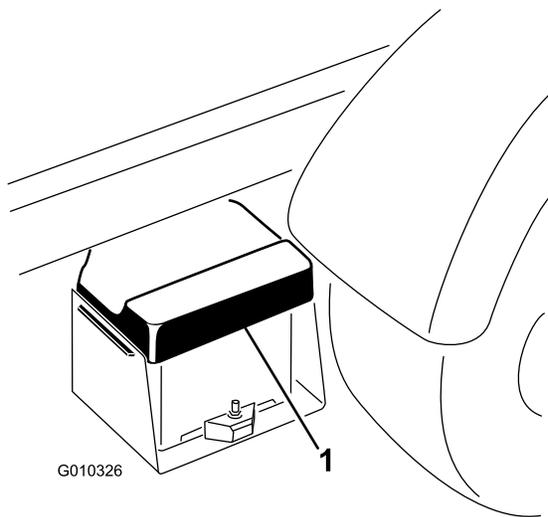

图50
1. 挤压电池盖从电池座中松开凸耳然后从电池座中取出电池盖图50。